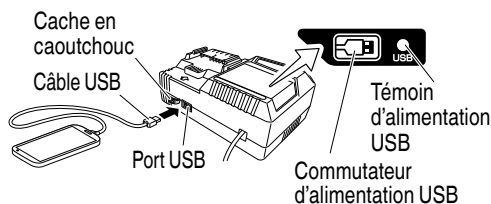

Fig. 9
- (2) Mettez le commutateur d'alimentation USB sur marche (Fig. 9)
- (3) Connectez le câble USB (Fig. 9)
- (4) Lorsque la charge est terminée
- Mettez le commutateur d'alimentation USB sur arrêt et débranchez le câble d'alimentation de la prise électrique. (Fig. 9)